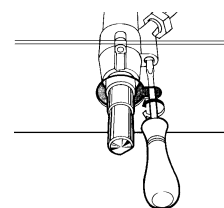

fig.14
- retire o botão e mova o parafuso de regulação situado à direita da torneira (fig. 14) até obter uma pequena chama regular, mediante uma chave de fenda (ao desatarraxar o parafuso, o mínimo aumenta; ao atarraxar, diminui).